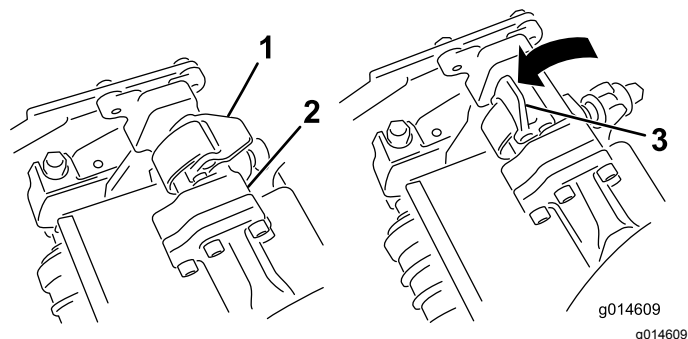
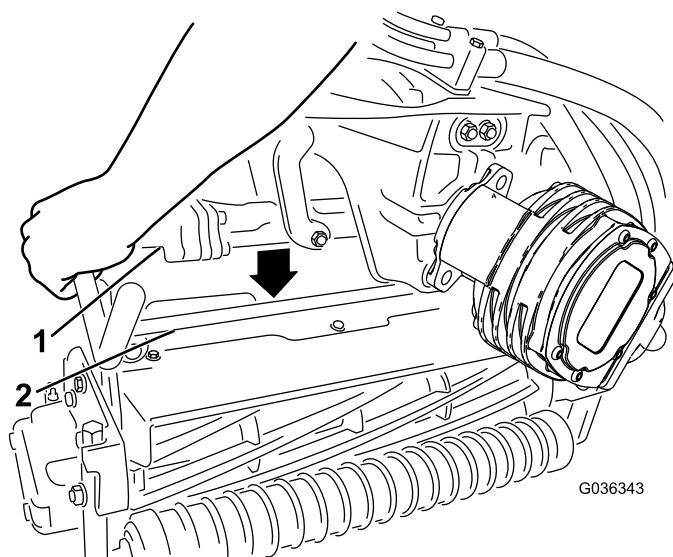

Figura 49
Figura 50
4. Com os fechos na barra do braço de suspensão a apontar para cima (i.e. abertos) (Figura 49), empurre o braço de suspensão para baixo de forma a que a barra passe pela barra através da parte superior da unidade de corte (Figura 50).
5. Feche os fechos para baixo e em redor da barra da unidade de corte e bloqueie-os no sítio (Figura 49).
5. Abra os fechos na barra do braço de suspensão da unidade de corte que está a remover (Figura 49).